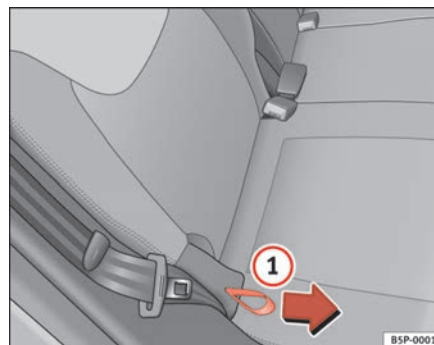

Fig. 97 Ajuste de la inclinación del respaldo, asiento posterior
- Sujete el respaldo del asiento por la parte superior. Tire del lazo situado en el lateral del asiento ⇒ **fig. 97** **1** en la dirección de la flecha y manténgalo en esta posición. Empuje el respaldo del asiento hacia atrás hasta la posición que desee y suelte el lazo. ►